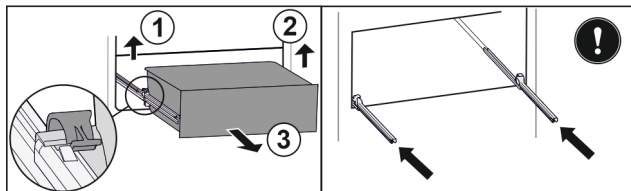

Fig. 103
- ▶ Dvignite levo spojko in hkrati povlecite predal levo naprej. Fig. 103 (1)
- ▶ Dvignite desno spojko in hkrati povlecite predal desno naprej. Fig. 103 (2)
- ▶ Predal vzemite ven v smeri naprej. Fig. 103 (3)